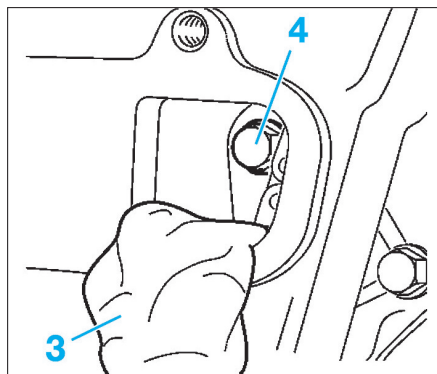

FIG. 83
- la vis de fixation (4) du guide chaîne sur la culasse (Fig.83),